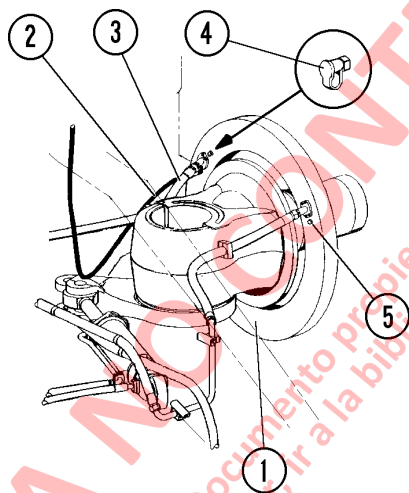

FIGURA 5-3. INSTALACIÓN DEL INDICADOR DE DESGASTE DEL DISCO DE FRENO
4. Retire el tapón de la junta tórica de cabeza hexagonal del puerto (5, Figura 5-3). Inserte, rápidamente, la herramienta indicadora de desgaste de freno y apriétela firmemente.